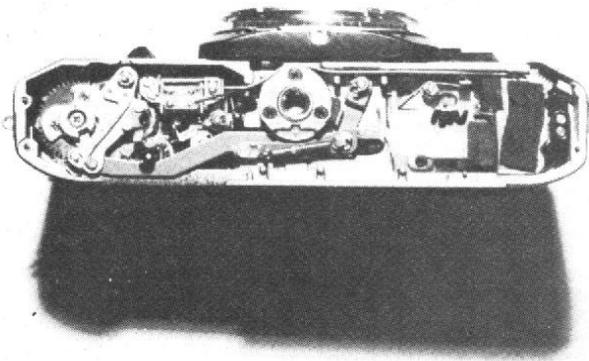
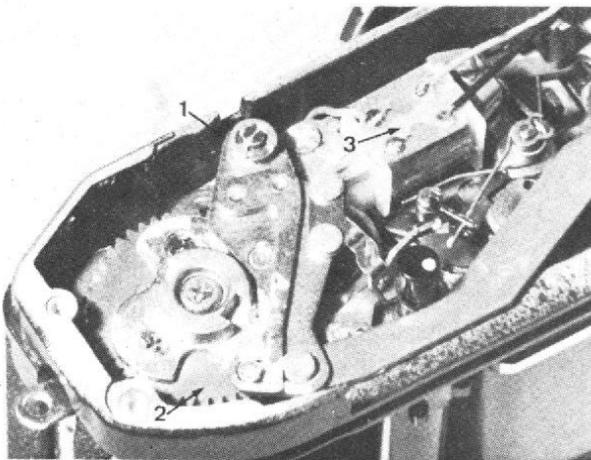
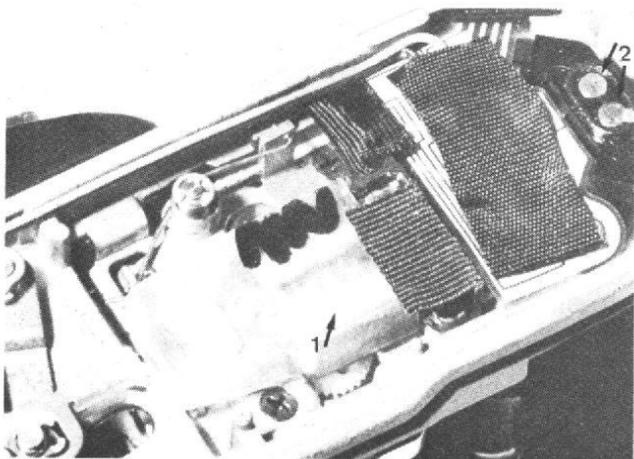

Fig. 25
Fig. 26
Fig. 27
Après enlèvement de la semelle (fig. 25), on accède aux mécanismes logés dans la partie inférieure du boîtier. Ceux-ci comportent essentiellement le dispositif d'armement, visible en détail sur la figure 26, avec le levier (1) et la couronne dentée de liaison au moteur (2). Le bobinage (3) entoure l'électro-aimant de fin d'exposition, commandant le deuxième rideau de l'obturateur. La figure 27 montre en (1) l'électro-aimant de blocage de la came de diaphragme, tandis que les contacts (2) assurent la liaison d'asservissement du moteur.